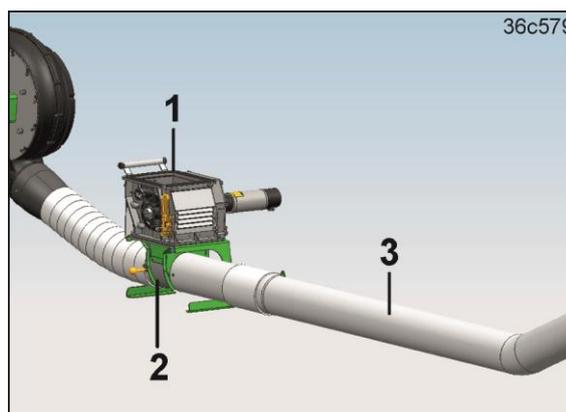

Fig. 94
- 1 Dosierer (Fig. 94/1)
- 1 Injektor (Fig. 94/2)
- 1 Einzelförderstrecke (Fig. 94/3)